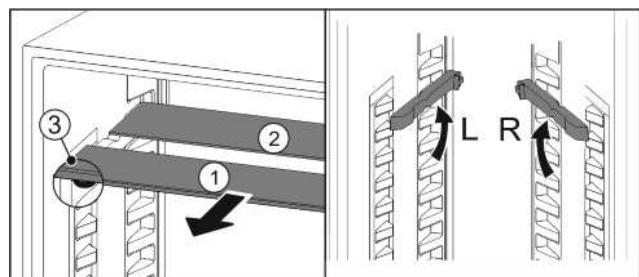

Fig. 20
- По одной извлеките Fig. 20 (1) стеклянные панели движением вперед.
- ▷ Стеклянная панель Fig. 20 (1) со стопорами лежит спереди.
- ▷ Стопоры показывают вниз Fig. 20 (3).